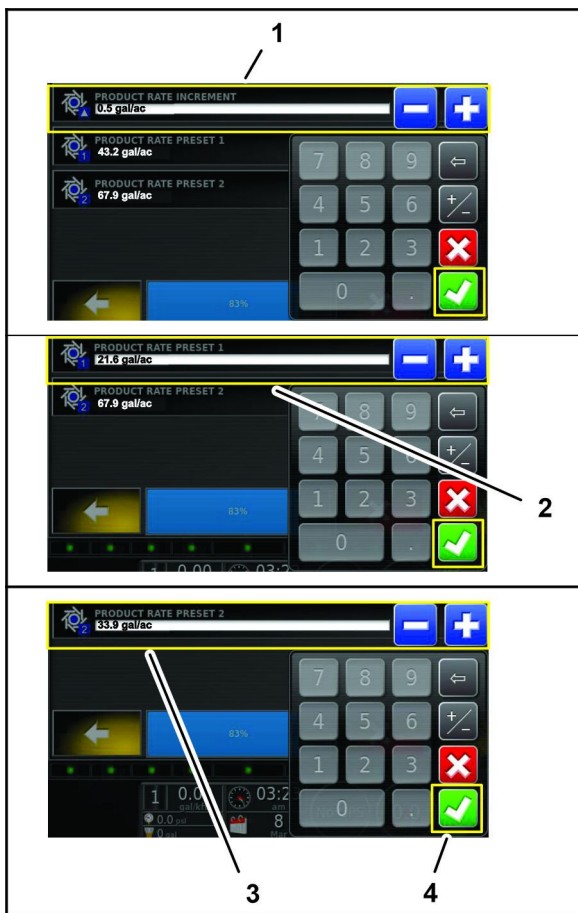

图 120
10. 用显示屏键盘输入一个喷洒率借此可提高或降低喷洒预设速率 1 和 2 然后按“确认”图标图 120。
12. 用显示屏键盘为喷洒预设速率 1 输入喷洒率然后按“确认”图标图 120。
14. 用显示屏键盘为喷洒预设速率 2 输入喷洒率然后按确认图标图 120。